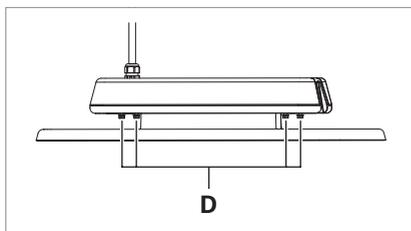

Fig. 9: Allentamento delle viti.
- ▶ Allentare le quattro viti **D** sull'apparecchio d'illuminazione, vedi Fig. 9.